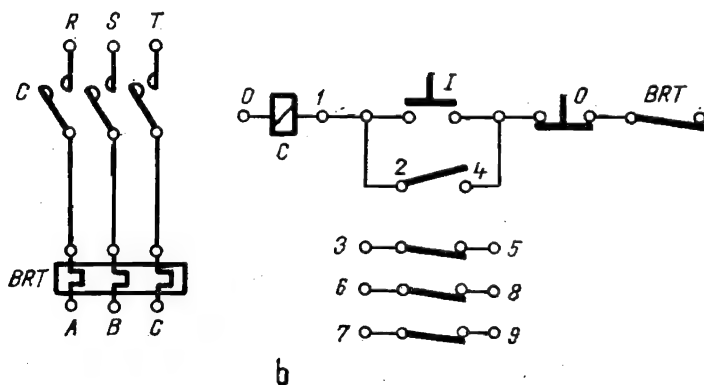

Fig. 5.34. Contactoare cu relele în carcasă de bachelită:
- cu carcasă din material plastic (fig. 5.34...5.36);